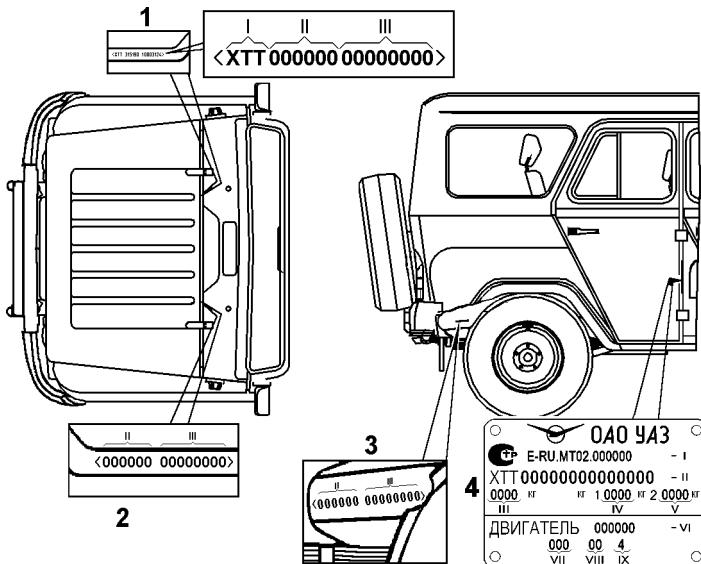

Рис. 1.3. Маркировка транспортного средства:
**Идентификационный номер транспортного средства** (рис. 1.3) выбивается на табличке заводских данных и на горизонтальном фланце верхней панели передка (под капотом, с правой стороны).
**Заводская табличка автомобиля** (см. рис.1.3) расположена на центральной стойке боковины кузова с правой стороны автомобиля (в проеме задней боковой двери).
**Номер кузова** (см. рис.1.3) выбивается на горизонтальном фланце верхней панели передка (под капотом, с левой стороны).
**Номер шасси** (см. рис.1.3) выбивается на правом лонжероне рамы (в задней части).